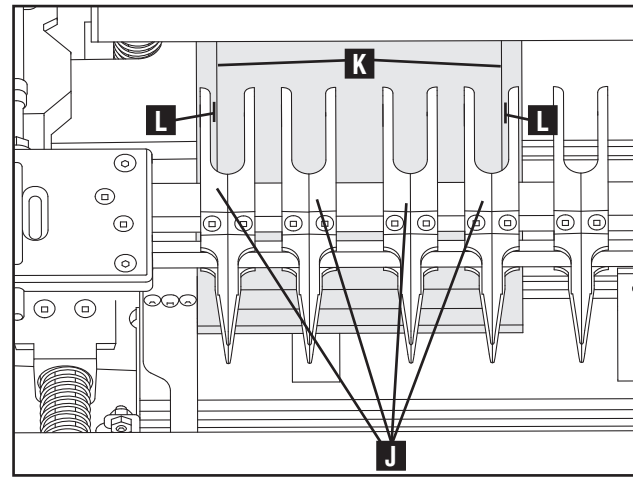

Fig. G6
NOTA: Asegúrese de dejar un espacio entre los encastes (J) alrededor de los bordes altos (K) de la pieza de trabajo, como se muestra en la Fig. G6. Deje un espacio de 3,2 mm (1/8") en (L).